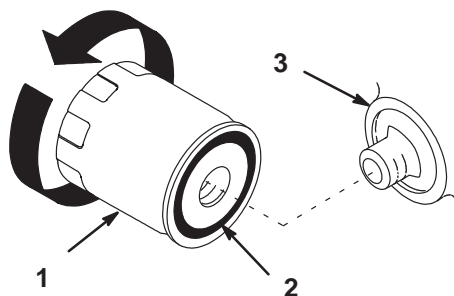

Figure 36
2. Déposez le filtre à huile usagé et essuyez la surface du joint de l'adaptateur (Fig. 36).
4. Appliquez une fine couche d'huile neuve sur le joint en caoutchouc du filtre de rechange (Fig. 36).
5. Posez le filtre à huile de rechange sur l'adaptateur. Tournez le filtre dans le sens horaire jusqu'à ce que le joint rejoigne l'adaptateur, puis donnez 1/2 tour supplémentaire (Fig. 36).